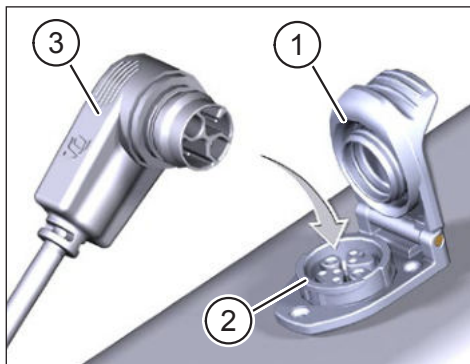

Fig. 1: Cargar la Battery
- ▶ Doblar la tapa (Pos. 1 en Fig. 1) en el puerto de carga (Pos. 2 en Fig. 1) en el cuadro de la bicicleta.
- ▶ Ajustar la clavija de carga (Pos. 3 en Fig. 1) del Charger o del extensor de autonomía para que los códigos de la clavija de carga y del puerto de carga coincidan (véase Fig. 1).
- ▶ Enchufar la clavija de carga (Pos. 3 en Fig. 1) del Charger o del extensor de rango en el puerto de carga.